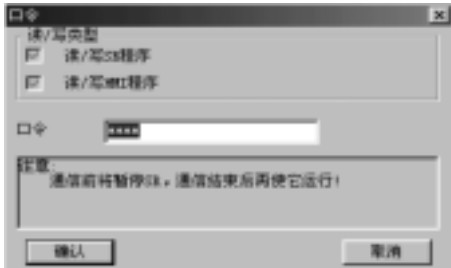

图 4. 27 确认密码
- c. 鼠标左键单击“控制器”菜单下的“写入SR”选项; 或点击工具栏中的“ ”按钮, 弹出如图 4. 27 所示的对话框, 输入您设置的密码（注： 出厂的初始密码为 0001）。